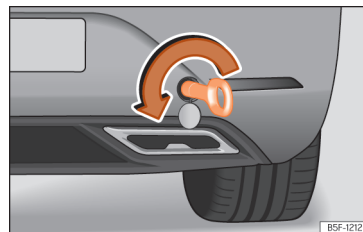

Рис. 220 Установлене буксирувальне вушко
- Укрутіть буксирне вушко в паз до упору **проти годинникової стрілки** » **рис. 220**, » ①. Щільно затягніть буксирне вушко підходящим предметом.